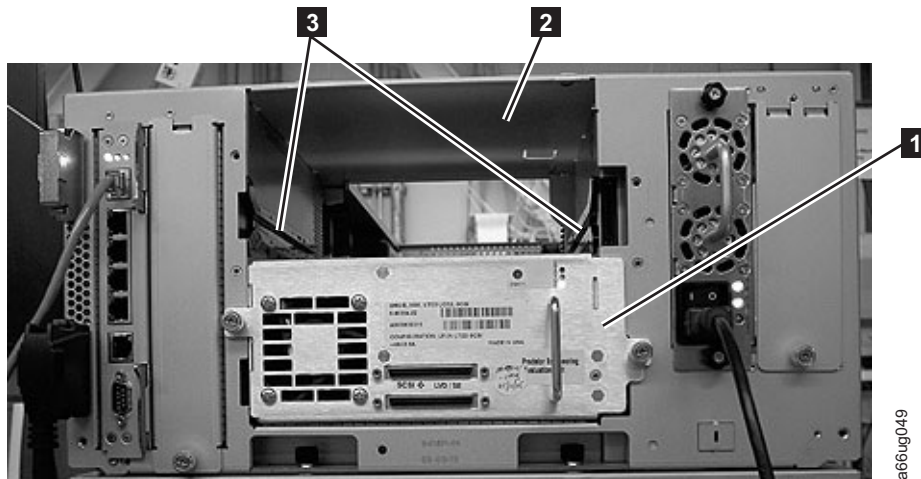

Abbildung 11-4. Steuermodul mit einem einzigen installierten SCSI-Laufwerk und einem nicht abgedeckten Laufwerkschacht
In Abb. 11-4 auf Seite 11-7 wird ein Steuermodul mit einem einzigen installierten SCSI-Laufwerkschlitten (**1**) und dem leeren, nicht abgedeckten Laufwerkschacht (**2**) gezeigt, nachdem die Abdeckplatte entfernt wurde.
- a. Setzen Sie den neuen Laufwerkschlitten in den leeren Laufwerkschacht ein. Richten Sie den Laufwerkschlitten an den Führungsschienen im Laufwerkschacht (**3** in Abb. 11-4) aus, und schieben Sie den Laufwerkschlitten langsam in den Laufwerkschacht. Der Laufwerkschlitten muss eben sein, damit er leicht eingeschoben werden kann.
1. Richten Sie den Laufwerkschlitten an den Führungsschienen im Laufwerkschacht (**3** in Abb. 11-4 auf Seite 11-7) aus, und schieben Sie das Laufwerk in das Kassettenarchivmodul. Stützen Sie dabei das Laufwerk unten mit der Hand ab.